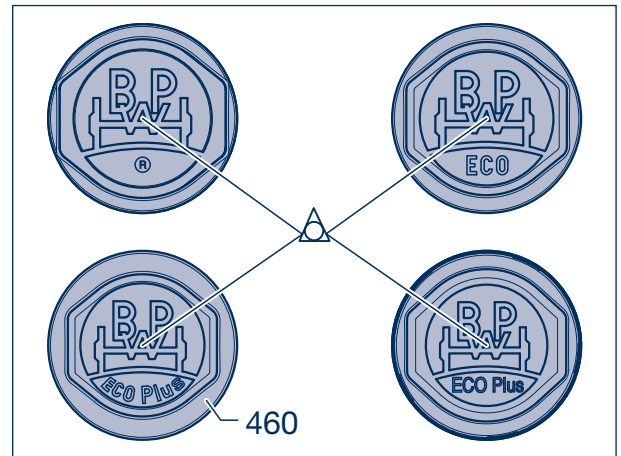

Figure 1
Sur les trains d'essieux avec de nouveaux capuchons de moyeu (460, ®, ECO ou ECO Plus poinçonnés sous le sigle BPW) (figure 1) et pour ECO plus 3, seuls les capuchons de moyeu de l'essieu de référence doivent être dévissés.
- [1] Sur les capuchons plus anciens que ceux représenté sur la figure 1, démonter les capuchons (460) enlever la graisse sur les moyeux.